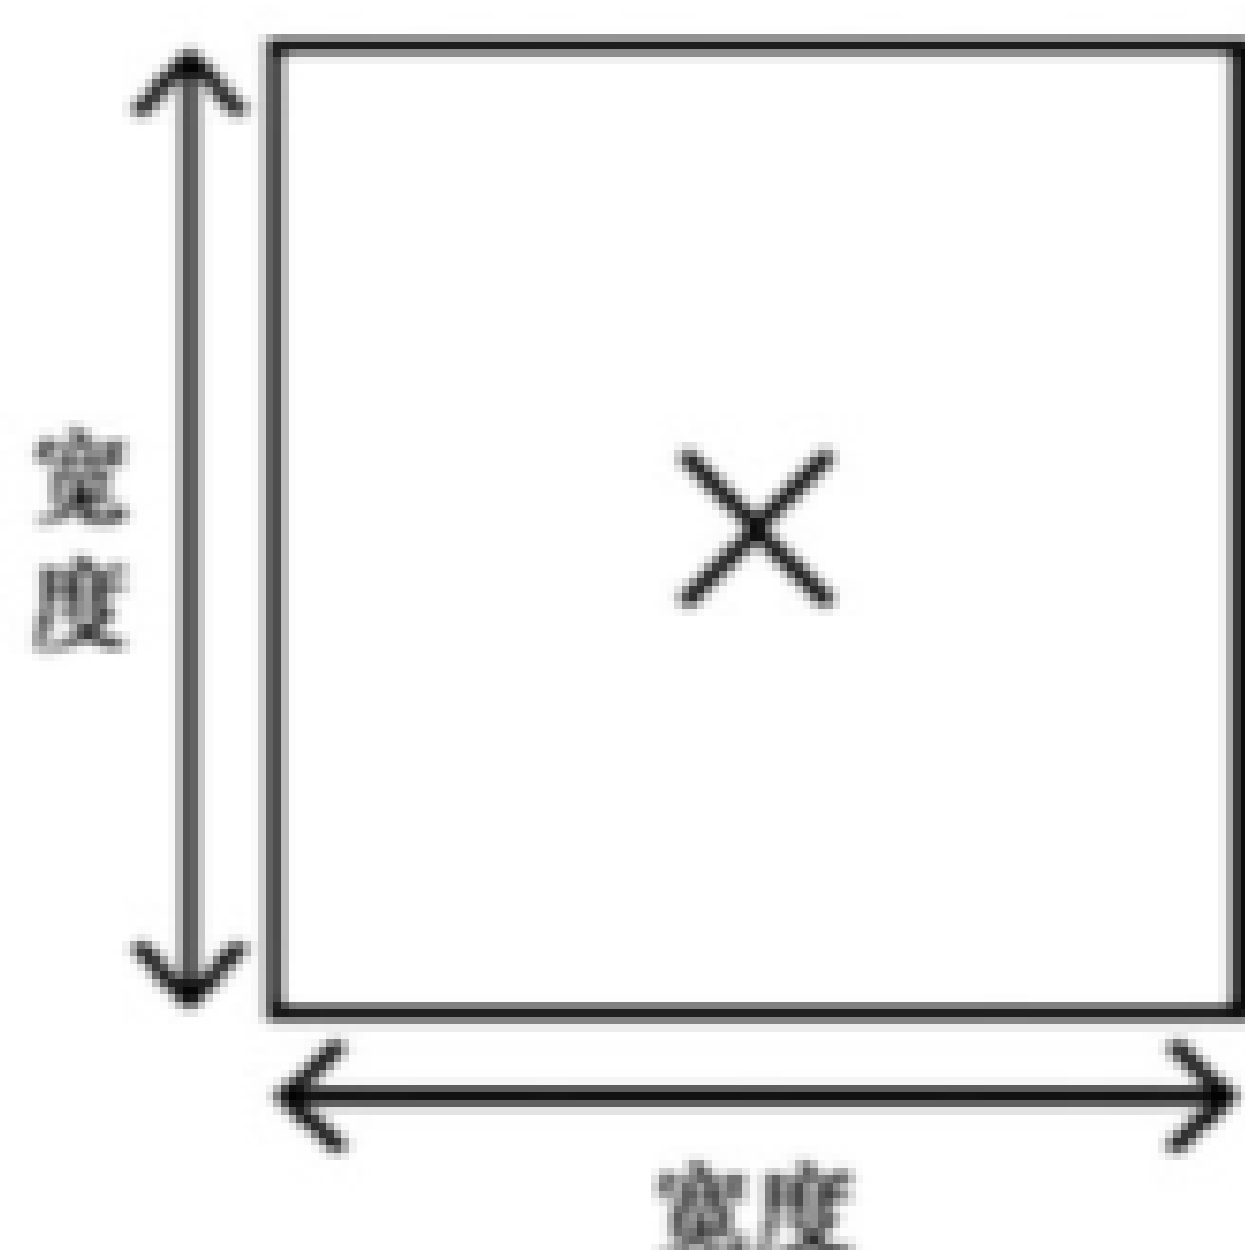

图 75 正方形
- c) id square width: 每个正方形都由宽度来定义, 定义应出现在一行上, 参考点在正方形的中心, 图 75 将参考点标记为 X。